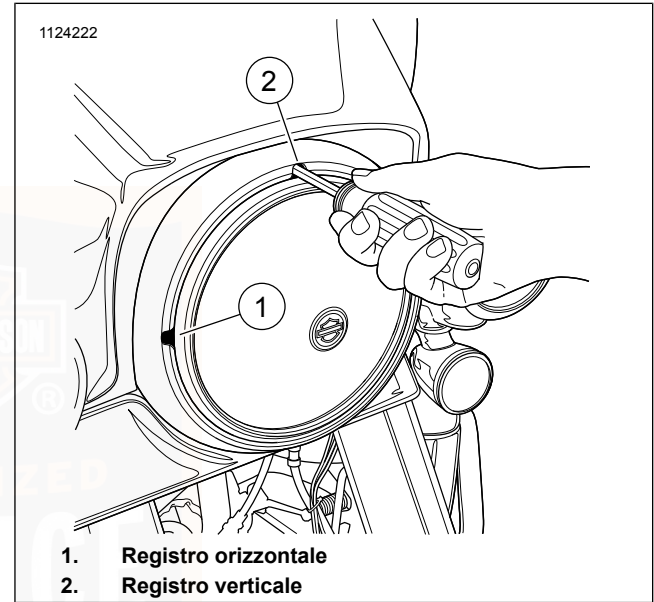
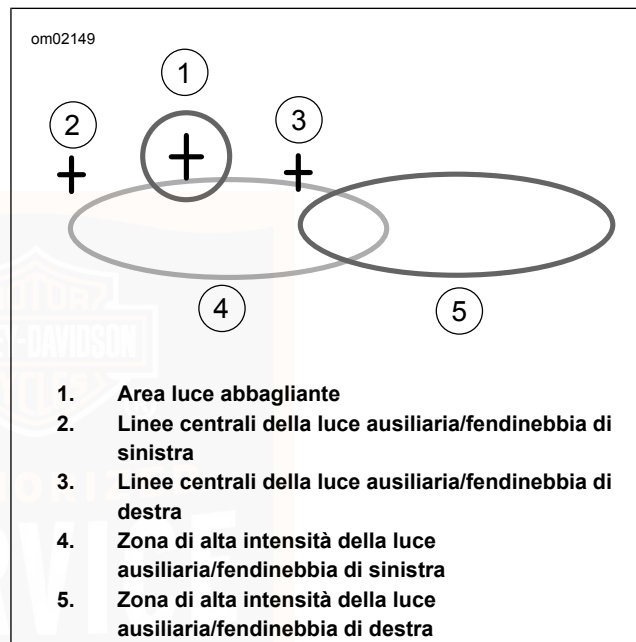
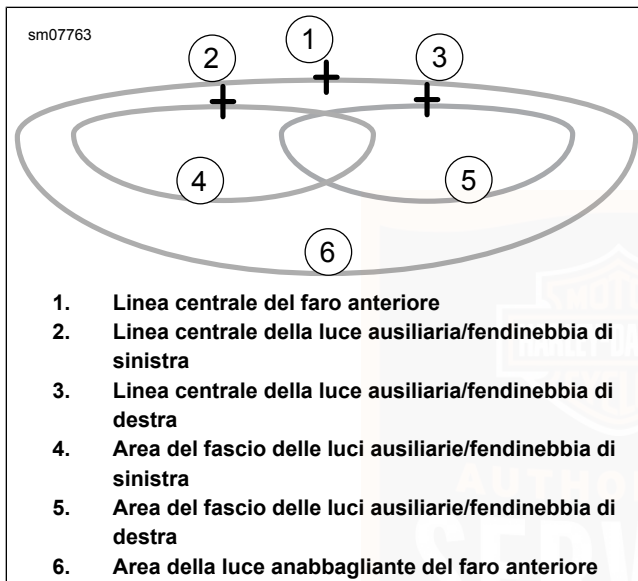

Figura 90. Registri del faro anteriore: tutti i modelli eccetto quelli con carenatura montata su telaio (tipica)
Figura 93. Fascio di luce del faro anteriore: Tipo alogeno al quarzo
Figura 94. Fascio di luce del faro anteriore: Tipo a LED con luci ausiliarie/fendinebbia
2. **Tutti eccetto quelli con carenatura montata sul telaio:** Vedere Figura 90. Inserire una chiave esagonale a testa sferica (5/32 in) nelle scanalature di regolazione nell'anello di rivestimento.
- a. **Orizzontale:** girare la vite di registrazione orizzontale (1) per regolare il fascio di luce a sinistra e a destra.
- b. **Verticale:** girare la vite di registrazione verticale (2) per regolare il fascio di luce in alto e in basso.
- c. Vedere Figura 93 o Figura 94 . Regolare il fascio del faro anteriore.
4. Vedere Figura 93 o Figura 94. Contrassegnare sul muro le linee centrali, orizzontali e verticali delle luci ausiliarie/fendinebbia (2, 3).
Figura 93 mostra uno schema per motociclette in paesi dove si guida sulla corsia destra. Ribaltare orizzontalmente l'immagine per paesi dove si guida sulla corsia sinistra.
- a. **Lampada alogena al quarzo:** regolare la luce ausiliaria/fendinebbia di sinistra, in modo che l'intera zona di intensità elevata (4) sia al di sotto e a destra delle linee centrali della luce ausiliaria/fendinebbia di sinistra come illustrato in Figura 93.
- b. **LED:** Regolare le luci ausiliarie/fendinebbia di sinistra in modo che l'intera zona di intensità elevata (4) sia al di sotto della linea centrale, come illustrato nella Figura 94.